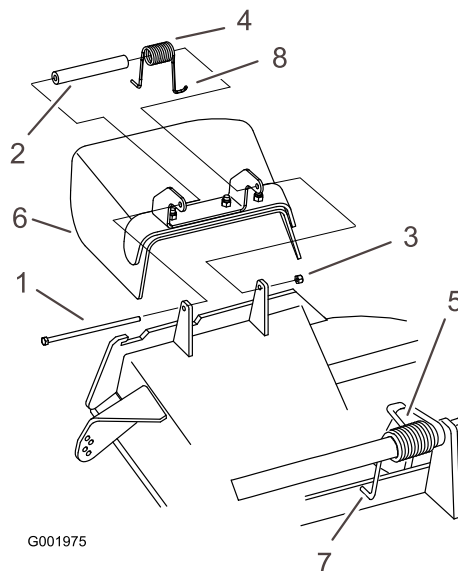

Figure 71
1. Retirez le contre-écrou, le boulon, le ressort et l'entretoise qui fixent le déflecteur aux supports de pivot (Figure 71). Enlevez le déflecteur s'il est endommagé ou usé.
Remarque: Prenez soin de placer l'extrémité en L du ressort derrière le bord du plateau avant de mettre le boulon en place, comme indiqué à la Figure 71.
3. Remettez le boulon et l'écrou. Accrochez l'extrémité en J du ressort au déflecteur d'herbe (Figure 71).